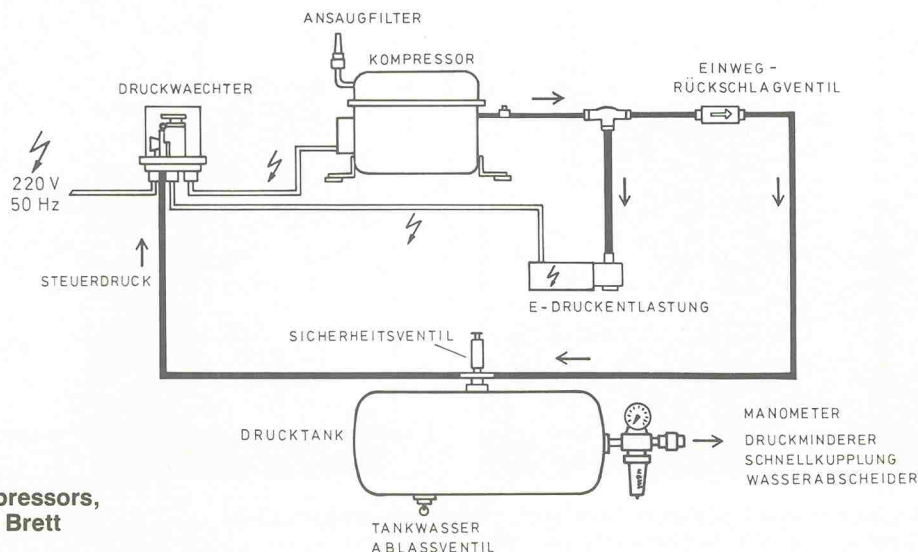

Bild 4. Das 'Blockschaltbild' eines Kompressors, wie er auf dem Foto Seite 56 auf einem Brett montiert abgebildet ist.
2. Absatz) bezieht sich auf Bild 4, nicht auf Bild 5.
Wenn bis jetzt alles nach Wunsch positiv abgelaufen ist, haben wir den Grundstock an Teilen für unsere Maschine erstellt und getestet. Jetzt beginnt der knifflige Zusammenbau, den wir nach genauem Studieren des Montage-Blockbildes beginnen. In Bild 4 ist systematisch ein geschlossenes Drucksystem konstruiert.